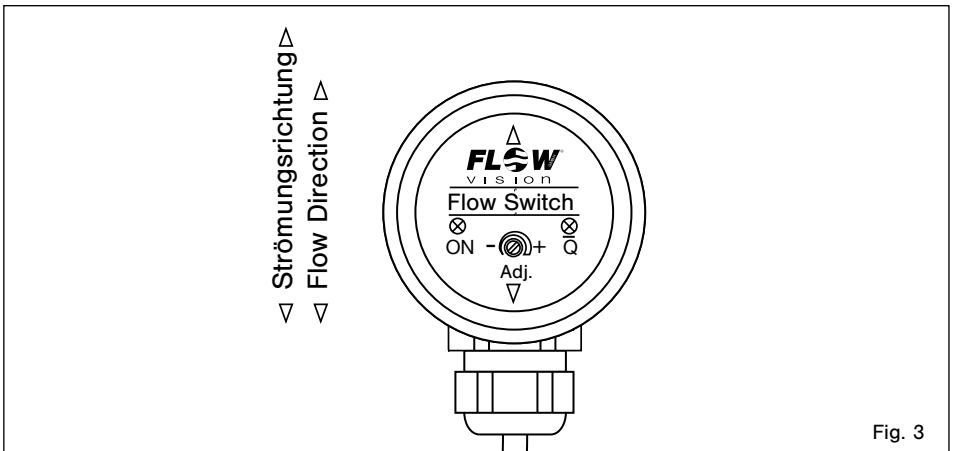
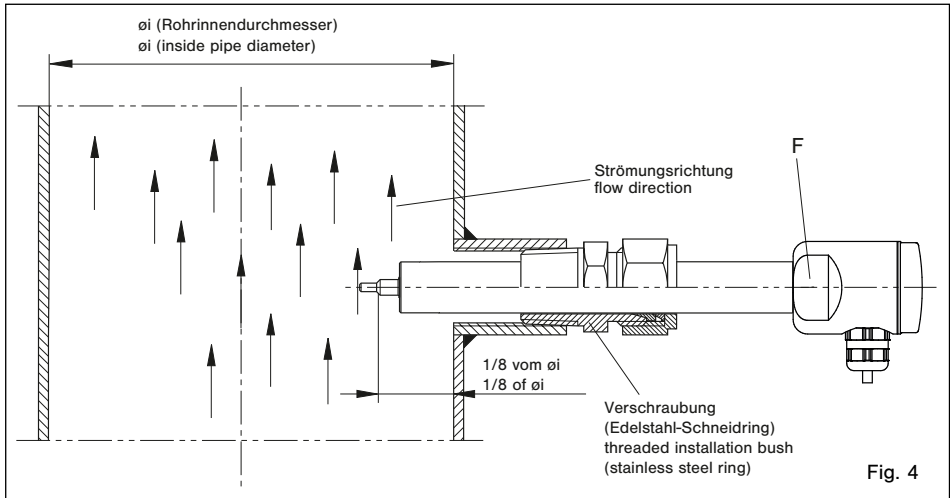

Fig. 3
Fig. 4
- Die beiden Messfühler (S) müssen nebeneinander im Strömungsmedium liegen (siehe Fig. 2). Dies ist der Fall, wenn die Schlüsselansatzflächen (F) parallel zur Rohrleitung stehen (siehe Fig. 4) und die Markierung auf der Frontplatte mit der Strömungsrichtung übereinstimmt (siehe Fig. 3).
Der Absatz der Messfühler (7 mm ab Spitze gemessen) sollte etwa bei 1/8 des Rohrrinnendurchmessers  $\phi_i$  liegen (siehe Fig. 4).
- The two sensors (S) on the flow monitor must be aligned side by side directly across the direction of flow (see fig. 2). The sensors are correctly positioned when the wrench flats (F) are aligned parallel with the pipeline (see fig. 4) and when the marking on the front matches the flow direction (see fig. 3).
The bevel of the sensors (measured 7 mm/.28 in. from top) should be positioned at about 1/8 of the inside pipe diameter  $\phi_i$  (see fig. 4).